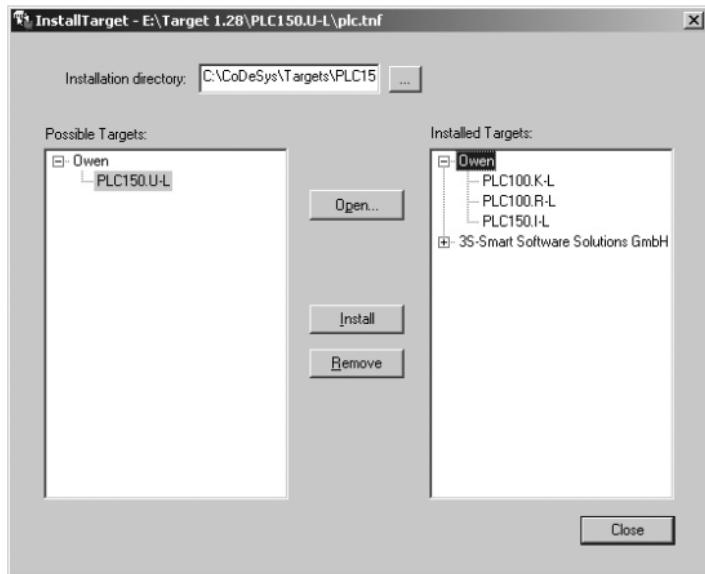

Рисунок 5.1 - Окно «InstallTarget» утилиты InstallTarget
- В открывшемся при запуске утилиты **InstallTarget** окне (рисунок 5.1) – нажать кнопку Open и указать путь доступа к инсталлируемому Target-файлу (имеющему расширение ***.tnf**, Target Information File). Target-файлы контроллеров ОВЕН ПЛК154 находятся на компакт-диске, поставляемом с контроллером, в папке «Target» или могут быть скачаны с сайта www.owen.ru. При скачивании с сайта папку с Target-файлами надо разархивировать и сохранить на жестком диске ПК.